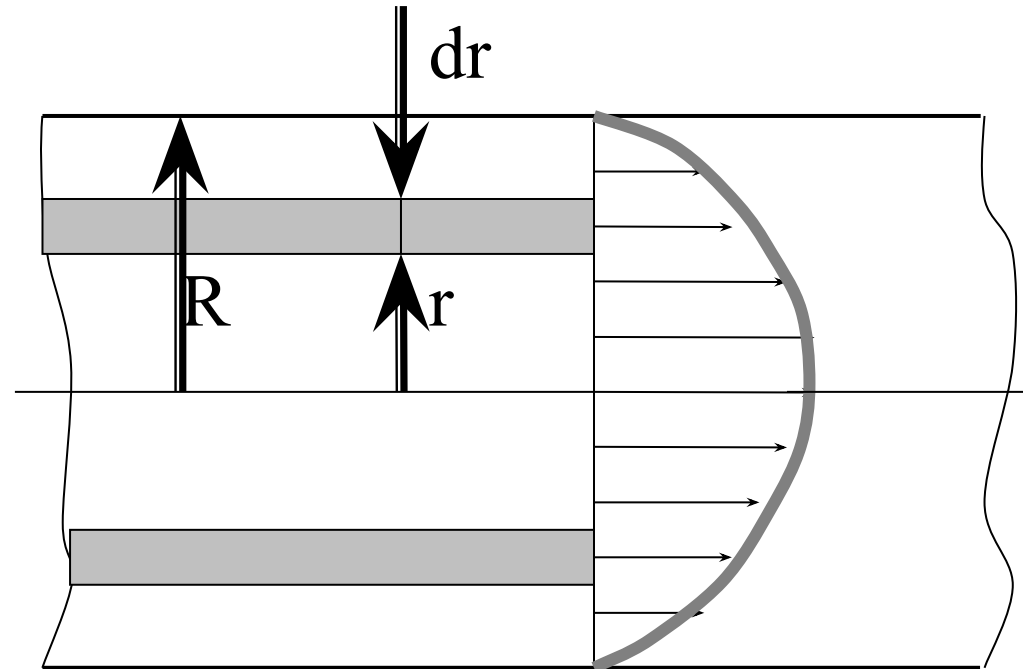

Рис. 54
- В жидкости мысленно выделим цилиндрический слой радиусом r и толщиной dr (рис. 54).